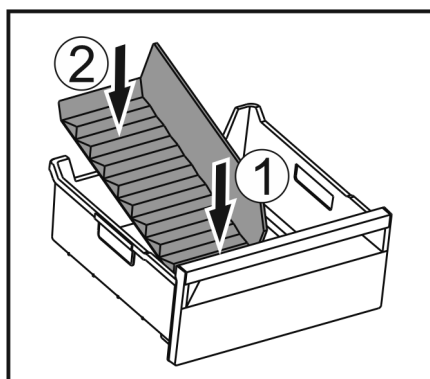

Fig. 51
- ▶ Először elől helyezze be az eltávolítót Fig. 51 (1).
- ▶ Engedje le a hátsó részt Fig. 51 (2).